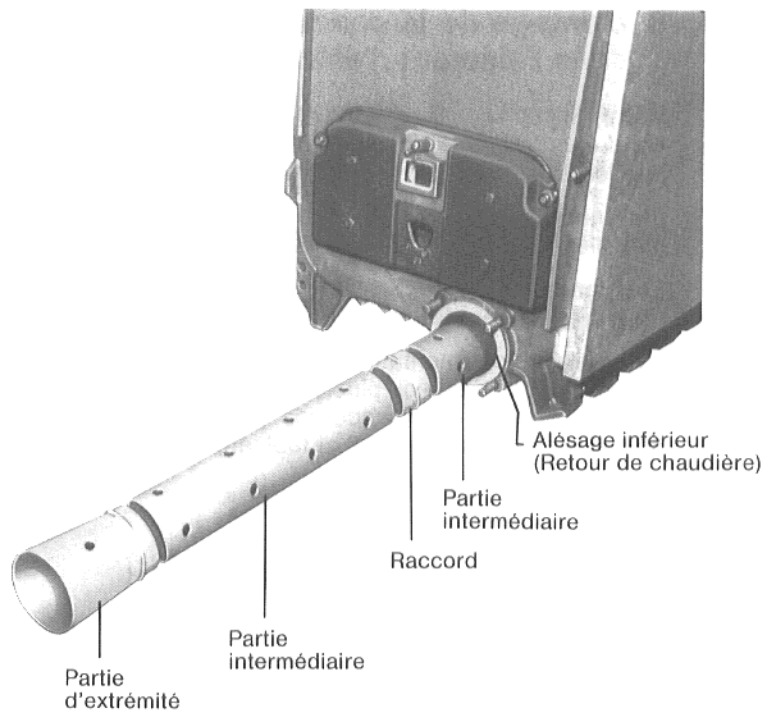

Fig. 13
Accrocher le **panneau arrière** aux goujons filetés des éléments arrière (Fig. 13 et 15).
1. Introduire la partie intermédiaire au raccord (Fig. 13).
2. Introduire les parties intermédiaires qui suivent aux raccords (voir le tableau et Fig. 13).
3. Introduire la première partie d'extrémité aux parties intermédiaires et l'intercaler jusqu'en butée dans l'alésage inférieur de la chaudière (Fig. 13).